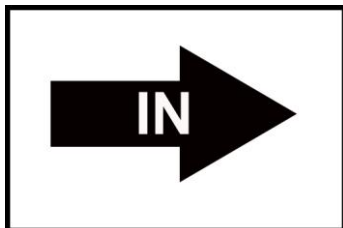

Fig 1
TFP 5000: Verbinden Sie über den Schlauch der Pumpe mit dem Schlauchanschluss des Filtereingangs (IN). Ebenso verbinden Sie den Ablaufschlauch mit dem Schlauchanschluss des Filterausgangs (OUT). Siehe Fig 1 +2